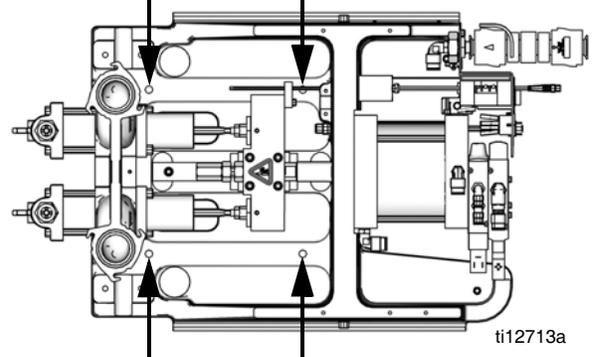

図 4: 取り付け穴
3. 両側のシールドロックネジ (110) を取り外し、その後保護シールドを取り除いて下さい。
4. 4 か所の据え付け用穴に締め具 (装置に付属していません) で固定することにより、フレームを選定設置箇所に取り付けて下さい。図 4 を参照。